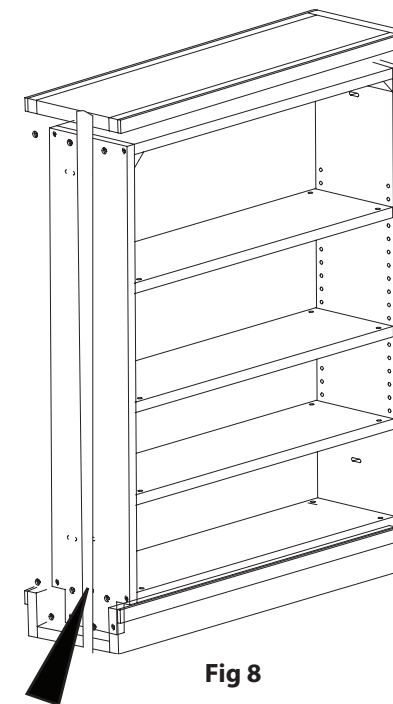

Fig 8
Étape 7. Enlever la bride de montage frontale. Voir la figure 8.